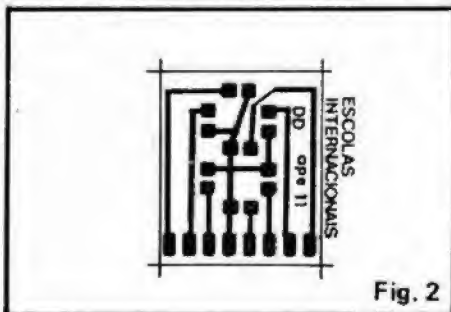

Fig. 2
- **FIG. 2** - Plaquinha específica de Circuito Impresso (**lay-out** do lado cobreado). O desenho é muito simples, e mesmo iniciantes (que ainda não "criaram a coragem" de fazer sua primeira placa) conseguirão reproduzi-lo com facilidade. Qualquer das técnicas convencionais de confecção pode ser utilizada, desde que o desenho e posicionamento básico de ilhas e pistas seja **rigorosamente** respeitado (se não o **display** ficará "feito" e torto", depois de montado...). Importantes recomendações a respeito de placas e montagens o Leitor encontrará nas **INSTRUÇÕES GERAIS**, encartadas lá no começo da revista.